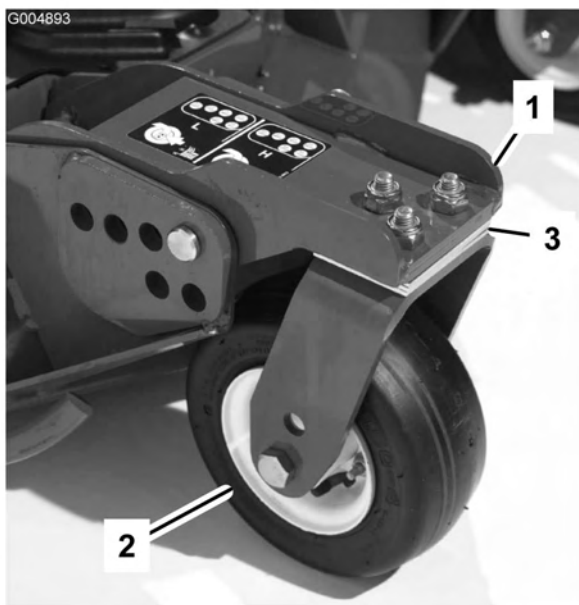

Figura 83
1. Retire os parafusos e as porcas que fixam o braço da roda à forquilha de roda (Figura 83).